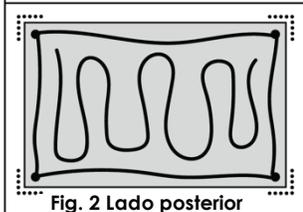

Fig. 2 Lado posterior
3. Levántela y póngale un pegamento al lado posterior de la baldosa como necesario. (Fig. 2) **NOTA:** Use el pegamento según las instrucciones del fabricante.